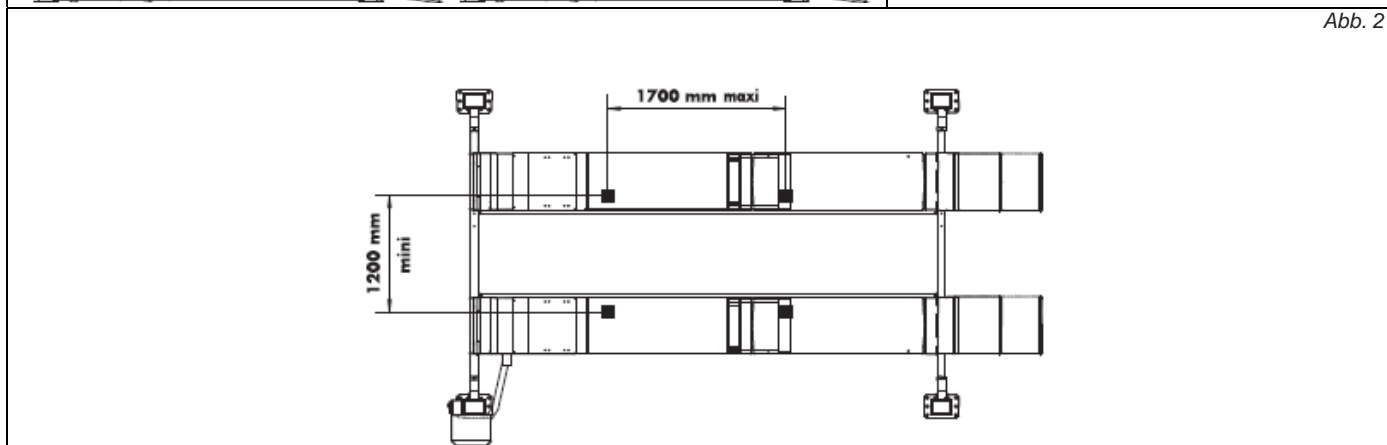

Abb. 2
- Abstand zwischen den Stützpunkten (in Fahrtrichtung) von 1200 mm mindestens (siehe Abbildung 2, Seite 6).